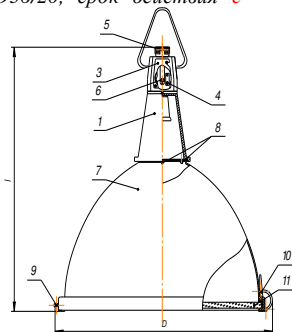

Рис.1
- корпус в сборе,(бокс) Рис. 1